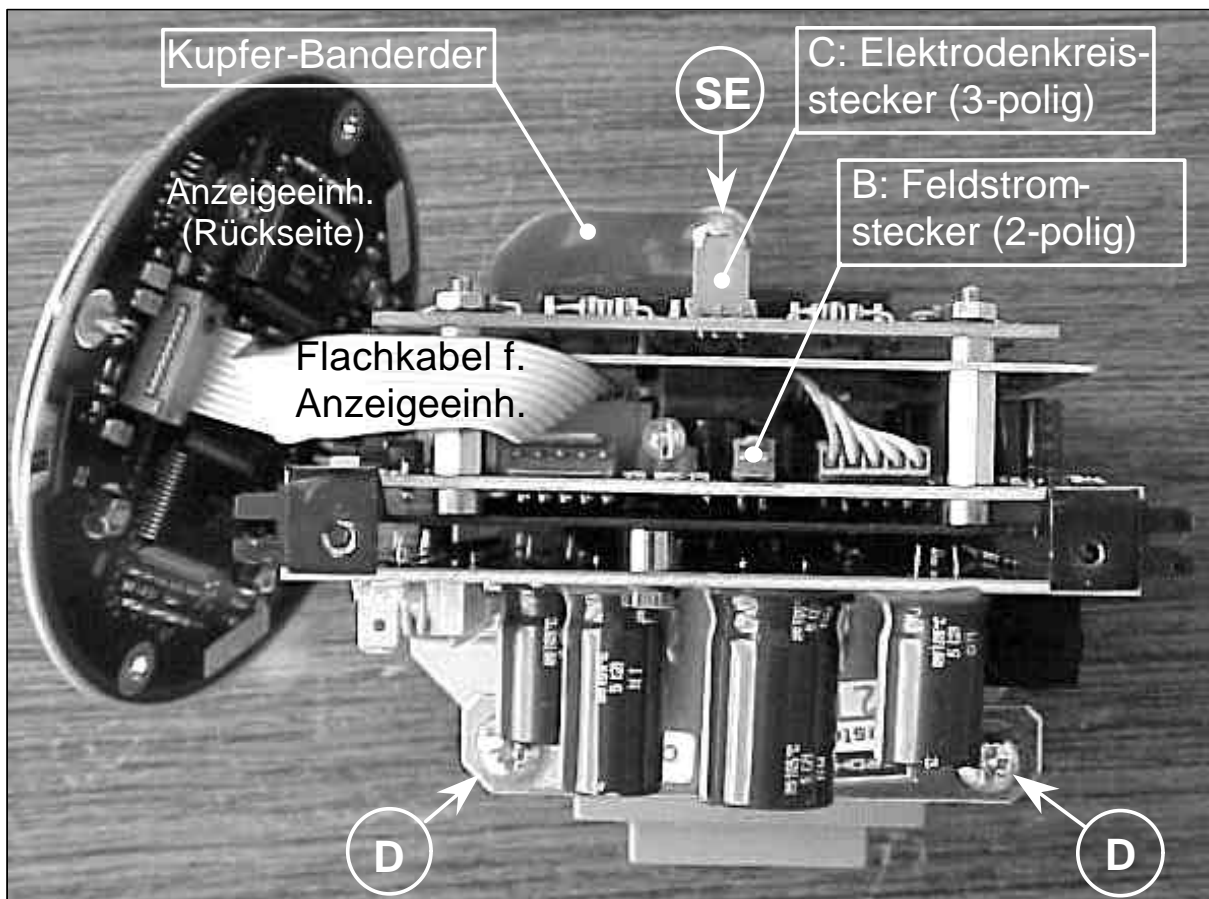

Abbildung 11: Elektronikeinheit IFC 090-EEEx (115/230 Vac-Ausführung).
3. Ziehen Sie den 2-poligen Feldstromstecker (**B** in Abbildung 9) und den 3-poligen Elektrodenkreisstecker (**C**) vorsichtig ab. Siehe auch Abbildung 11 auf der nächsten Seite.
3. Ziehen Sie den 2-poligen Feldstromstecker (**B**) und den 3-poligen Elektrodenkreisstecker (**C**) vorsichtig ab. Siehe Abbildung 11 oben
3. Ziehen Sie den 2-poligen Feldstromstecker (**B** in Abbildung 3) und den 3-poligen Elektrodenkreisstecker (**C**) vorsichtig ab. Einzelheiten finden Sie in Abbildung 11 auf Seite.